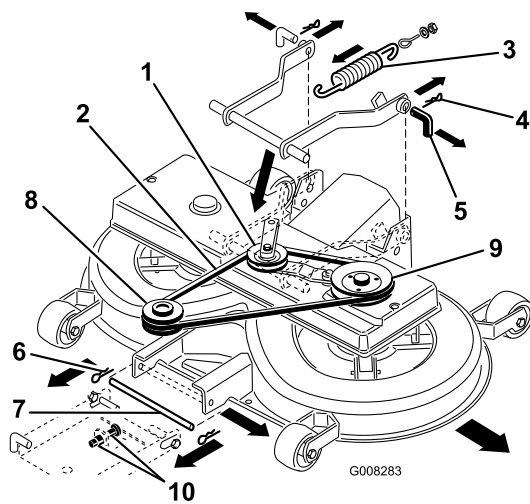

Figure 43
2. Enlevez l'ensemble poulie à courroie trapézoïdale et bras de tension (Figure 43).
- Tirez l'ensemble bras de tension vers l'intérieur et ôtez la courroie trapézoïdale de la poulie (Figure 43).
- Décrochez le ressort du levier d'engagement (Figure 43).
- Retirez les goupilles fendues des 2 goupilles arrière et enlevez ces dernières (Figure 43).
- Retirez la goupille fendue de la goupille avant et enlevez cette dernière (Figure 43).
- Enlevez la courroie trapézoïdale de la poulie du moteur (Figure 43).
- Placez la goupille inférieure de la suspension de réglage avant dans la position inférieure des fentes, en réglant les 2 écrous (M12) sur la suspension avant (Figure 43).